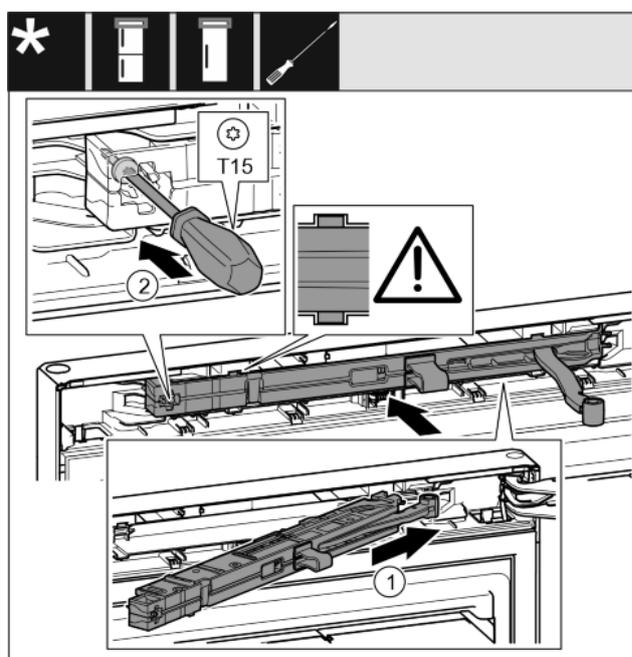

Fig. 38
- ▶ Introduire à fond l'amortisseur de fermeture du côté du support de palier dans la rainure en l'inclinant. Fig. 38 (1)
- ▶ Serrer la vis avec un tournevis T15. Fig. 38 (2)